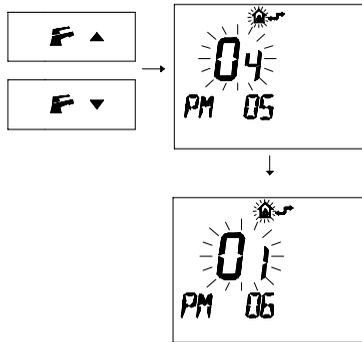

fig. 8.14
- 5 Premere i pulsanti  o  per visualizzare la programmazione "PM 06" Tipo gas secondo livello fig. 8.14